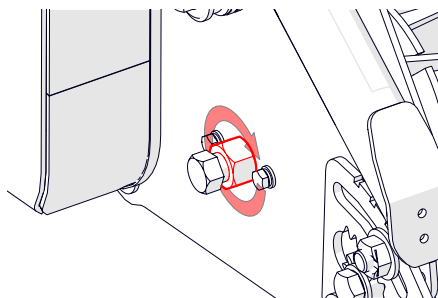

Fig. 8I - Serrare in posizione il controdato
9. Serrare il bullone di bloccaggio [chiave da 19 mm] (Fig. 8H) e poi il controdado [chiave da 24 mm] (Fig. 8I).